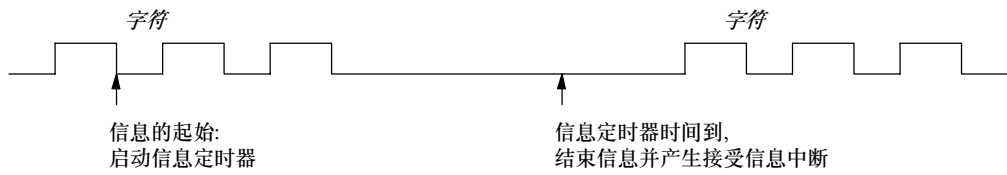

图6-13 使用信息定时器来结束接收指令
3. **信息定时器：**从信息的开始算起，在经过一段指定的时间之后，信息定时器结束一条信息。接收信息功能的启动条件一满足，信息定时器就启动。当经过的时间超出SMW92或者SMW192中指定的毫秒数时，信息定时器时间到，见图6-13。